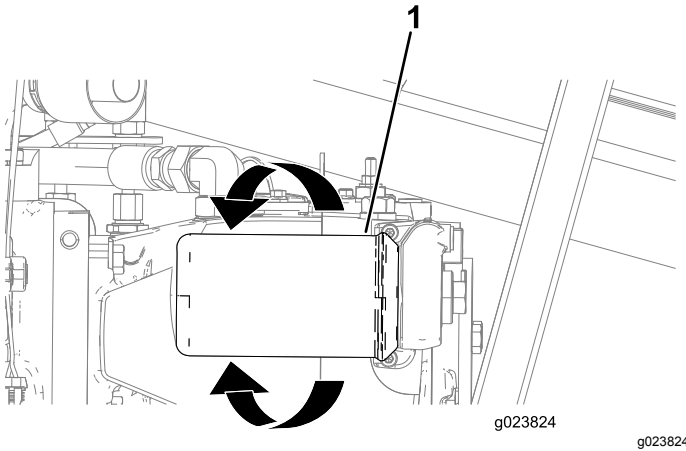

Figura 126
3. Coloque un recipiente de drenaje o varios trapos debajo del filtro de carga (Figura 126).
4. Gire el filtro de carga en sentido antihorario y retire el filtro (Figura 126).
6. Alinee el filtro de carga con su asiento, y gírelo en sentido horario hasta que la junta del filtro entre en contacto con el adaptador (Figura 126).